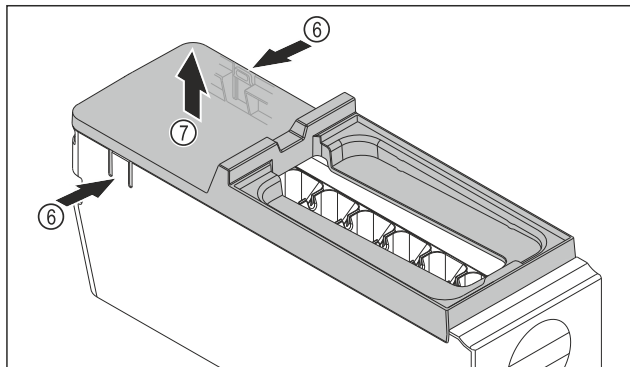

Fig. 121
- Rimuovere la copertura del corpo dell'EasyTwist-Ice: Con una mano, premere le linguette Fig. 121 (6) su entrambi i lati del corpo dell'EasyTwist-Ice.
- Con l'altra mano, estrarre verso l'alto la copertura Fig. 121 (7).